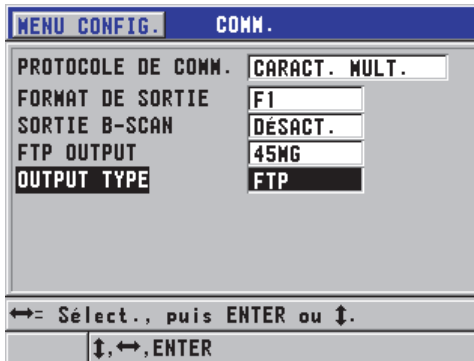

Figure 8-3 Écran COMM
2. Dans l'écran **COMM**, faites ce qui suit (voir la Figure 8-3 à la page 167) :